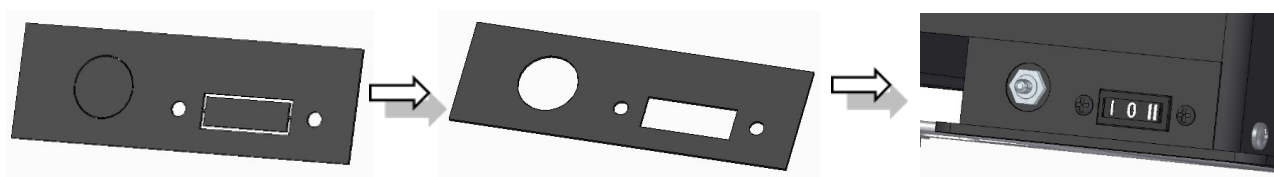

Figure 50 – Fixation du micro-interrupteur et bouton On-Off
c. Enfin, vous devez placer le micro-interrupteur et le bouton On-Off à sa place, comme le montre la Figure 50, vous devez d'abord casser les micro-joints de la plaque qui se trouve dans l'équipement, dans le coin inférieur droit pour fixer les composants.
d. Après avoir placé les composants dans l'équipement, Figure 50, vous devez ajuster la languette qui se trouve sous la porte, de sorte que la porte, après avoir fermé la languette, actionne le microcontact, voir Figure 51